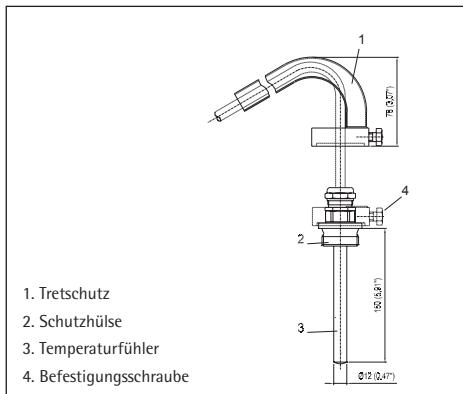

Bild 2
Trafo-Thermometertasche (z.B. nach EN 50216-4 vormals 42554 oder ähnlich) zu 2/3 mit Öl oder Wärmeleitpaste füllen und die Einbauhülse (Bild 2/2) einschrauben. Die Kapillarleitung mit dem Temperaturfühler bis zum Anschlag in die Einbauhülse einschieben und Kabelverschraubung M16 festschrauben.
3.4 Tretschatz (Bild 2/1) optional
Falls gewünscht, Tretschatz auf die Verschraubung der Schutzhülse (Bild 2/2) aufsetzen und die Kapillarleitung innerhalb des Tretschatzes verlegen. Ziehen Sie die Befestigungsschraube (Bild 2/4) des Tretschatzes an einer Schlüsselfläche der Verschraubung der Schutzhülse an.